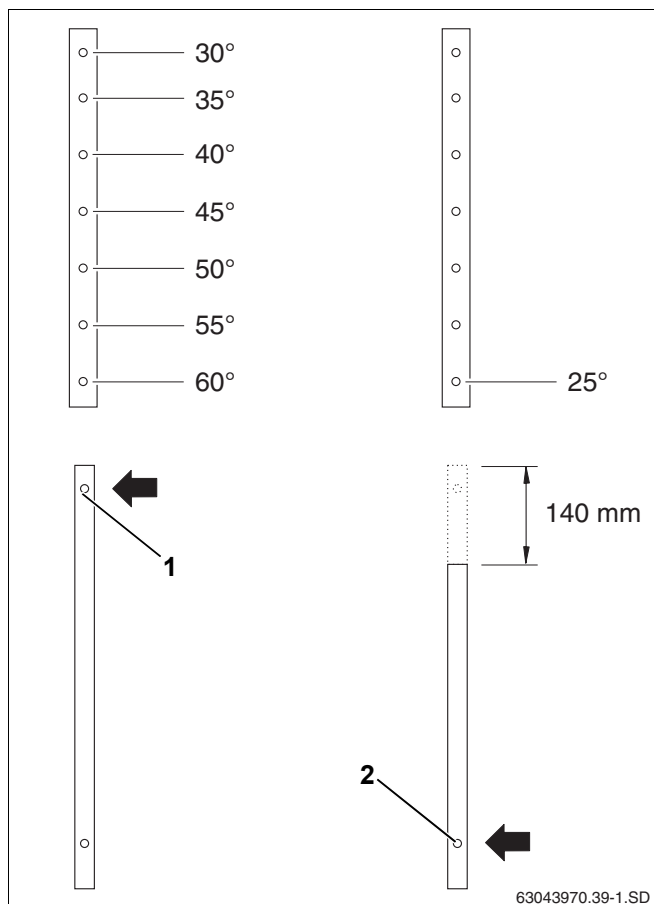
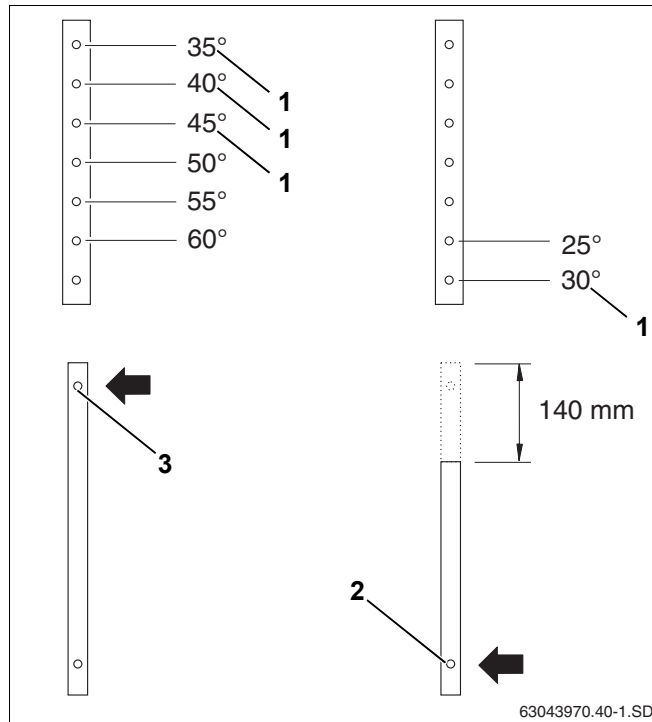

Рис. 12 Выбор угла наклона для вертикальных коллекторов
Рис. 13 Выбор угла наклона для горизонтальных коллекторов
- Выбрать отверстия на верхней и нижней телескопических направляющих согласно рис. 12 и рис. 13.
При вертикальном монтаже для угла наклона коллектора от 30° до 60° используйте верхнее отверстие нижней телескопической стойки (рис. 12, поз. 1).
Для угла наклона 25° нужно укоротить нижнюю стойку сверху на 140 мм и использовать нижнее отверстие (рис. 12, поз. 2).
При горизонтальном монтаже для угла наклона коллектора от 35° до 60° используйте верхнее отверстие нижней телескопической стойки (рис. 13, поз. 3).
Для угла наклона 25° и 30° нужно укоротить нижнюю стойку сверху на 140 мм и использовать нижнее отверстие (рис. 13, поз. 2).
- Для монтажа на фасаде нужно использовать только положение с углом наклона коллектора 30°, 35°, 40° и 45° (рис. 13, поз. 1).